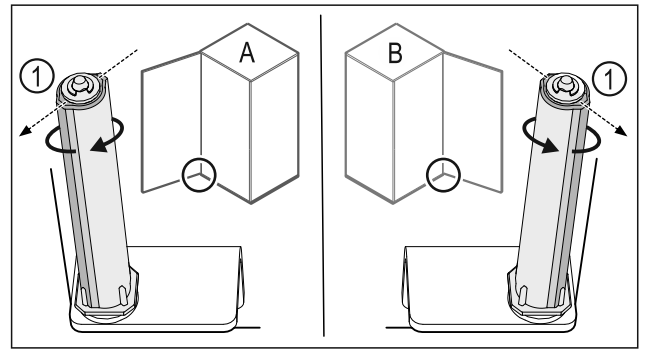

Fig. 44 Ovi avautuu vasemmalle (A) / ovi avautuu oikealle (B)
- ▶ Kierrä sulkuyksikköä vastusta vasten niin pitkälle, että sulkujärjestelmän porras Fig. 44 (1) osoittaa ulospäin.